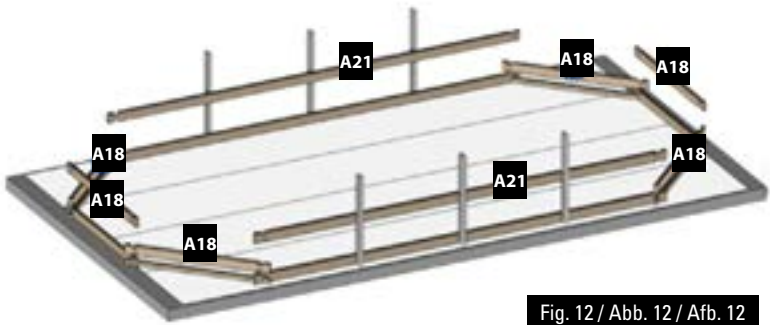

Fig. 12 / Abb. 12 / Afb. 12
Dimensions of the final blanket: 1000x580 cm. Unroll the blanket taking into account how the pool is oriented. The pool will be situated over the blanket as shown in Fig. 12.
Dimensiones de la manta resultante: 1000x580 cm. Desenrolle la manta teniendo en cuenta cómo ha elegido orientar la piscina. La piscina se sitúa sobre la manta como en la Fig. 12.
Dimension du obtenue : 1000x580 cm. Déroulez le feutre en tenant compte du choix d'orientation de votre piscine. La piscine se positionne sur le feutre comme Fig. 12
Die Maße der dabei entstehenden Decke betragen 1000x580 cm. Rollen Sie die Decke aus, wobei Sie berücksichtigen, wie Sie den Pool ausrichten wollten. Der Pool wird auf der Decke platziert, wie Abb. 12 zeigt.
Dimensioni della copertura risultante: 1000x580 cm. Srotolare la copertura tenendo in conto l'orientamento scelto per la piscina. La piscina va messa sopra la copertura come nella Fig. 12.
De afmetingen van de resulterende deken moeten 1000x580 cm zijn. Rol de deken af waarbij u rekening houdt met uw keuze hoe u het zwembad wilt oriënteren. Het zwembad wordt op de bodembedekking geplaatst zoals te zien is op Afb. 12.
Dimensões da manta resultante: 1000x580 cm. Desenrole a manta tendo em conta como decidiu orientar a piscina. A piscina situa-se sobre a manta como mostrado na Fig. 12.
- EN **2nd LAYER OF BOARDS:** • Install the second layer of boards as shown in figure 12. • There is a wooden wedge in the structure packet to correctly assemble the boards. • Never directly hit against the boards. You would damage the pegs and would weaken the structure. Do not hit them with anything metallic. This would inevitably damage the wood. • Try to correctly assemble the boards right from the start. There should not be any space between each layer of boards to avoid maladjustment of the higher boards.
- FR **2ÈME RANGÉE DE MADRIERS :** • Positionnez les madriers de la deuxième rangée conformément à la figure 12. • De manière à emboîter correctement les madriers, une cale en bois est à votre disposition dans le colis de structure. • Ne pas taper directement sur les madriers. Cela abîmerait les languettes et nuirait à la solidité de la structure. • Ne pas frapper avec une pièce métallique. Cela détériorerait le madrier irrémédiablement. • Veillez à emboîter bien à fond les madriers dès le départ. Il ne doit pas y avoir d’espace entre chaque rangée pour éviter un décalage au niveau des madriers supérieurs.
- DE **2. BRETTERREIHE:** • Platzieren Sie die Bretter der zweiten Reihe laut Abb. 12. • Um die Bretter richtig anbringen zu können, finden Sie einen Holzkeil im Paket des Tragwerks. • Nicht direkt auf die Bretter klopfen. Das würde die Zapfen und die Festigkeit des Tragwerks beschädigen. • Nicht mit einem Metallteil darauf klopfen. Es würde das Holz unabänderlich beschädigen. • Versuchen Sie, die Bretter von Anfang an tiefgehend ineinander zu fügen. Zwischen den Reihen darf kein Platz sein, um eine Fehlanpassung der oberen Bretter zu vermeiden.
- NL **2ª RIJ PLANKEN:** • Plaats de planken van de tweede rij zoals aangegeven op afbeelding 12. • Om de planken correct te assembleren, zit er een houten wig in het pakket van het frame. • Sla niet direct op de planken. Daardoor gaan het profiel kapot en wordt de stevigheid van het frame ondermijnd. • Sla er niet direct op met metaal. Hierdoor raakt het hout onherstelbaar beschadigd. • Zorg ervoor dat de planken vanaf het begin stevig op elkaar aansluiten. Er mag geen ruimte tussen de rijen overblijven, om te voorkomen dat de bovenste houtdelen onregelmatig uitkomen.